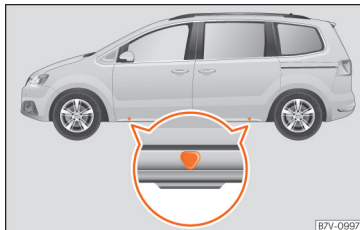

Abb. 47 Aufnahmeplätze für den Wagenheber.
- Suchen Sie am Längsträger die Markierung des Aufnahmeplatzes für den Wagenheber (Eindrückung), die dem zu wechselnden Rad am nächsten liegt » » **Abb. 47**.